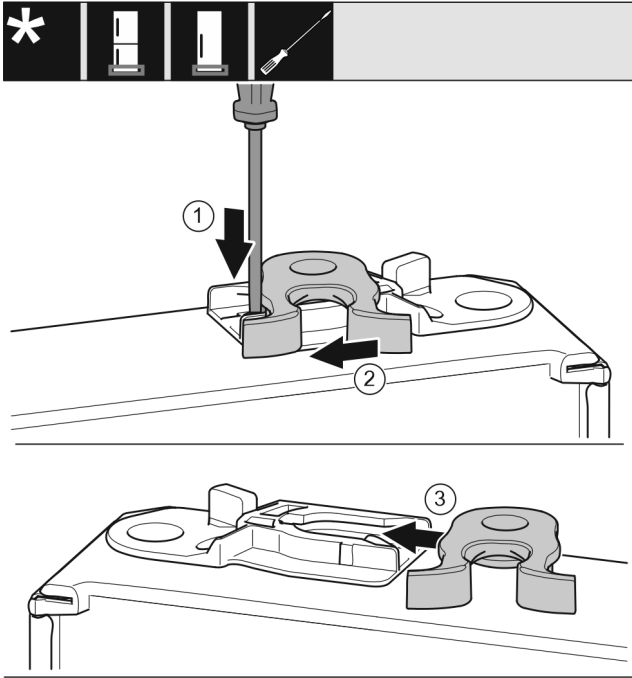

Fig. 18
- ▶ Shtypni për poshtë gjuhëzën me një kaçavidë me kokë petë. Fig. 18 (1)
- ▶ Nxirrni jashtë nga foleja udhëzuese grepat e mbylljes. Fig. 18 (2)
- ▶ Shtyni poshtë grepat e kapjes në folënë udhëzues në anën tjetër. Fig. 18 (3)